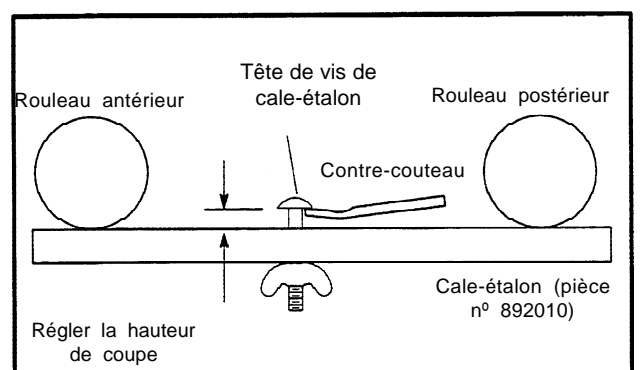

Figure 16
1. Réglez la hauteur de coupe sur la cale-étalon (pièce n° 892010) en tournant l'écrou à oreilles jusqu'à ce que la distance entre le bas de la tête de vis et le dessus de la cale-étalon soit égale à la hauteur de coupe désirée (voir la fig. 16).
3. Tenez la cale-étalon sur le bas des tambours antérieur et postérieur, à proximité du support de réglage du tambour, et ajustez le tambour antérieur jusqu'à ce que le bord de coupe du contre-couteau vienne toucher le bas de la tête de vis de la cale-étalon (voir la fig. 16).